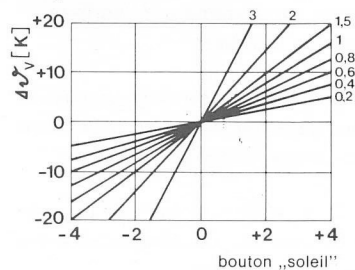

Fig. 13 ELFATHERM E1M30/E1M31, vue de face avec diagrammes
Le réglage de la pente s'effectue par l'intermédiaire de la vis tête fendue d'après la température la plus basse prévue (par exemple -15°C) suivant diagrammes I et II fig. 13. Si la température du local à chauffer augmente quand la température extérieure diminue, la pente est trop forte.
Diagramme V, fig. 13
Les boutons LUNE à tête fendue règle l'abaissement de température, Diagramme IV, fig. 13
5.1.5 Sélecteur de programmation (fig 13)